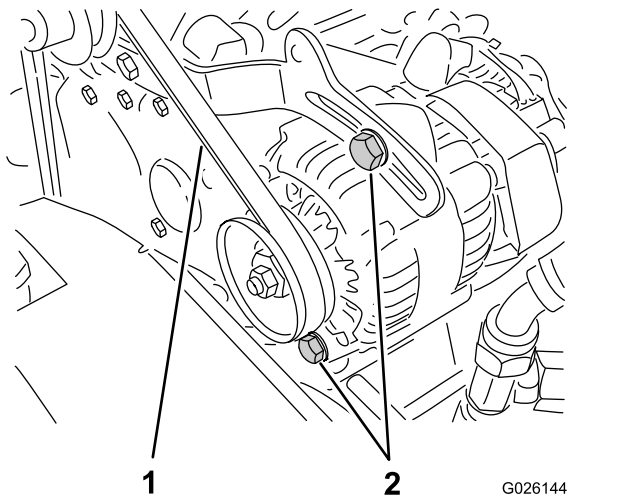

Figure 62
2. Contrôlez la tension de la courroie en exerçant une force de 10 kg (22 lb) sur le brin à mi-chemin entre les poulies d'alternateur et de vilebrequin (Figure 62).
- A. Desserrez les 2 boulons de fixation de l'alternateur (Figure 62).
- B. Aidez-vous d'un levier pour tourner l'alternateur jusqu'à ce que la tension de la courroie soit correcte, puis resserrez les boulons de fixation (Figure 62).